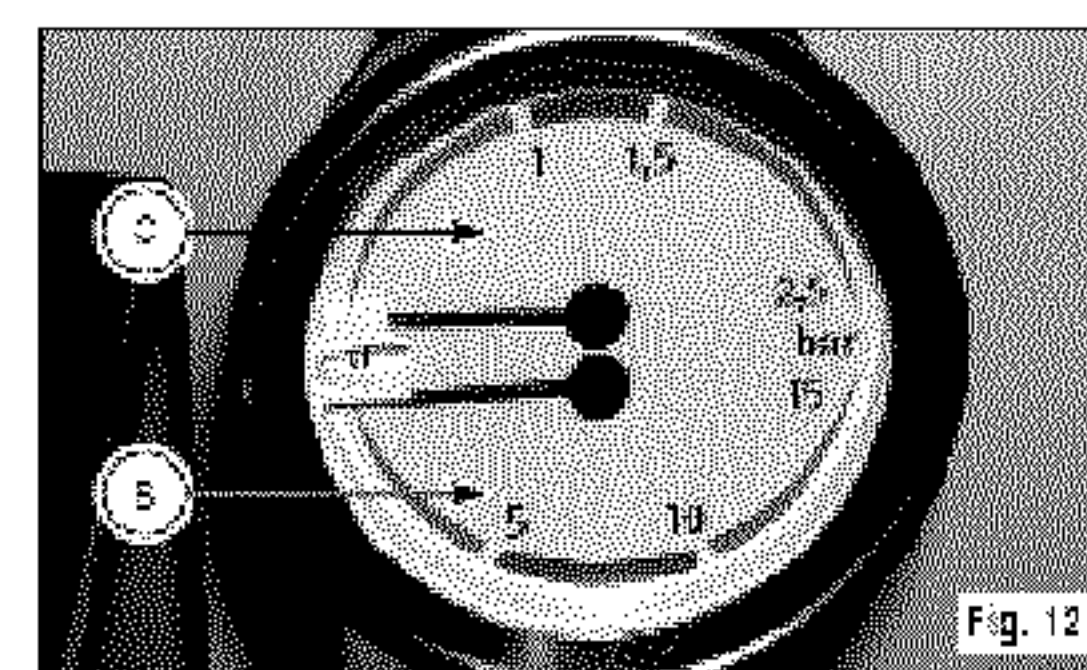

Рис. 12
- Установленное давление помпы можно посмотреть на нижней части "В" манометра. (см. рис. 12)
- Установленное давления реле можно посмотреть на верхней шкале "С" манометра (см. рис. 12)